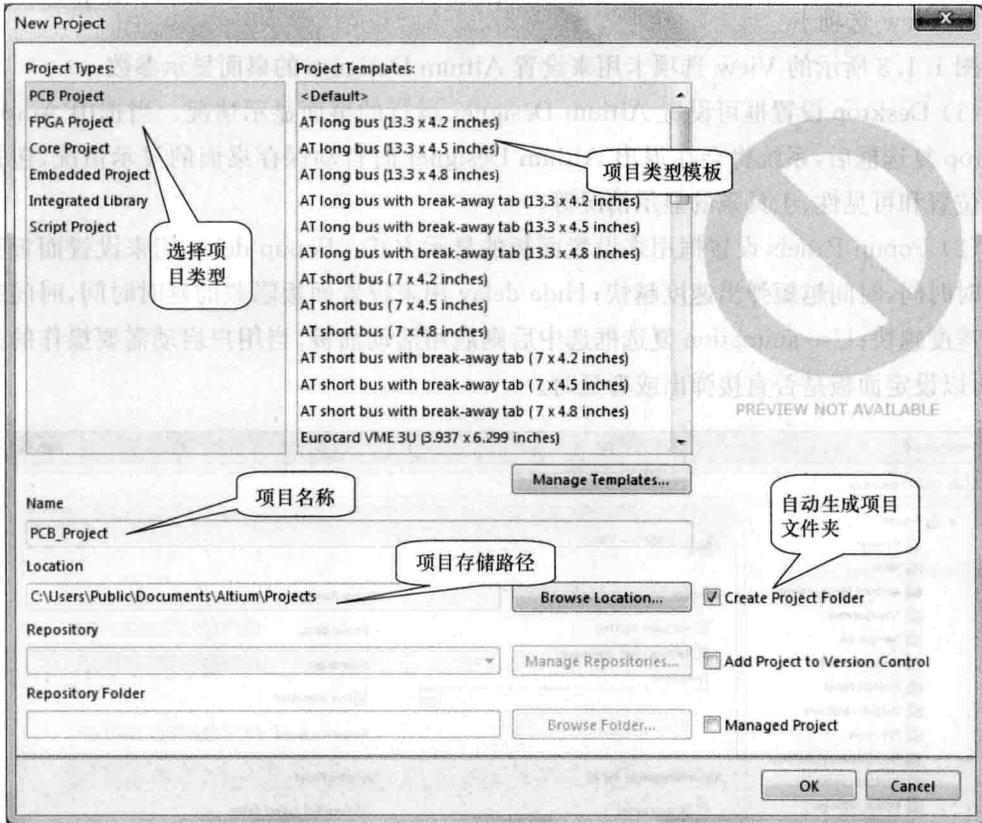
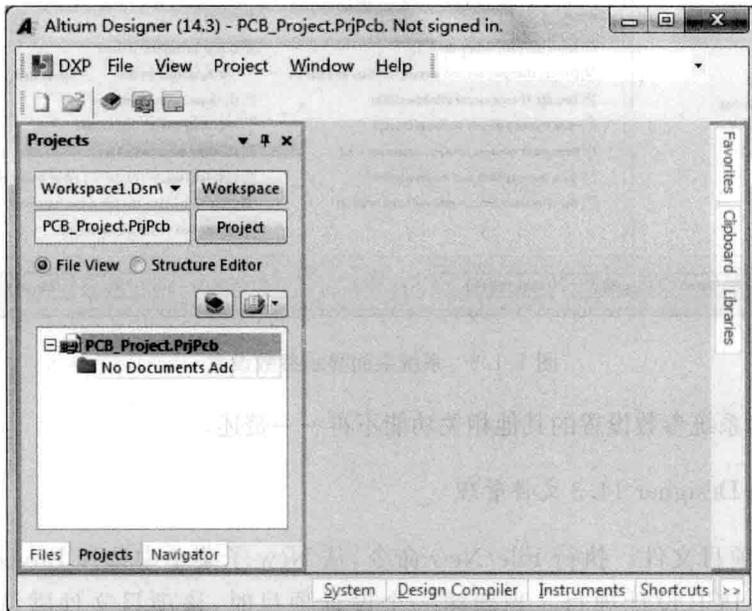

图 1.1.4 建立一个 PCB 项目文件
图 1.1.5 直接创建的工程文件
(1) 新建项目文件。执行 File/New 命令,从 New 子菜单中选择 Project。图 1.1.4 所示为创建的 PCB 设计项目。当新建一个设计项目时,该项目文件默认的文件名为 PCB\_Project,创建了项目后,更改项目名称,然后单击 OK 命令。创建的项目如图 1.1.5 所示。